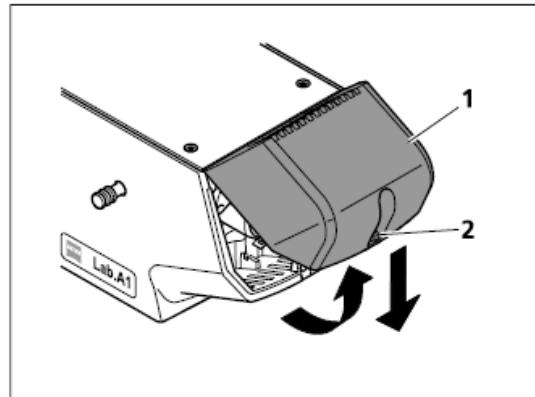

图. 3-23 移除盖板
- | 拧松盖板上螺丝(图 3-23/2)
- | 在主机后部从下向上翻转盖板(图 3-23/1),将其取下
- | 将盖板(图 3-23/1)安装到显微镜主机后部上方,然后向下扣好,拧紧螺丝(图 3-23/2)